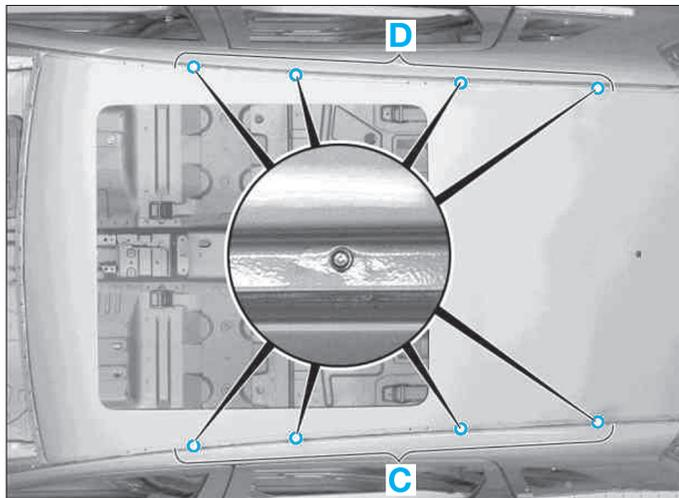

FIG. 90
- Percer avec un foret Ø 5 mm les rivets dans les zones (C) et (D) (Fig.90).